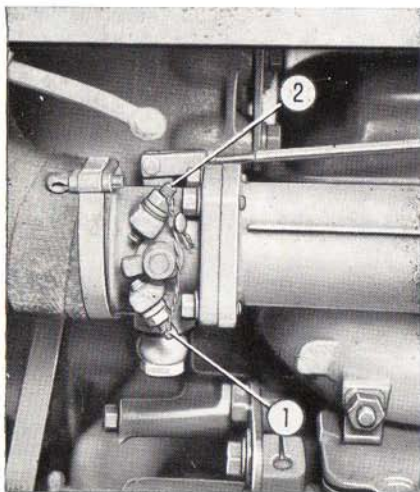

FIG. 30 — Vis de réglage du régime moteur.
■ 1 - RÉGLAGE DU RALENTI (fig. 30)